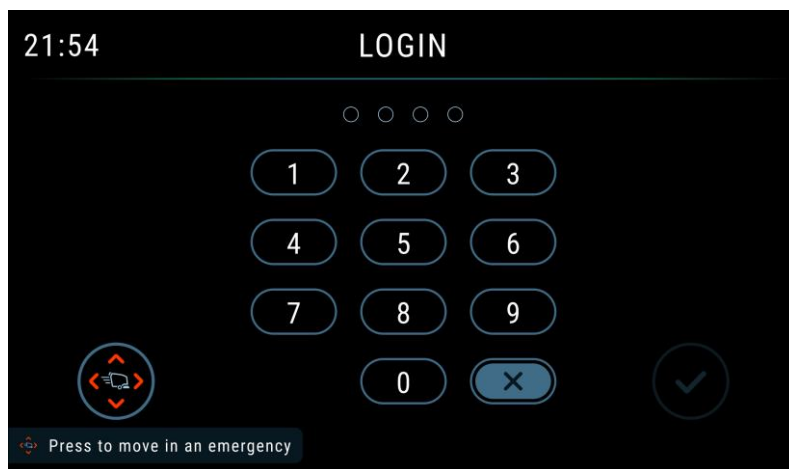

Figure 1
2. Après son redémarrage, la machine entrera dans l'interface de connexion par mot de passe illustrée à la figure 1 ; saisir alors le mot de passe personnel pour démarrer la machine.